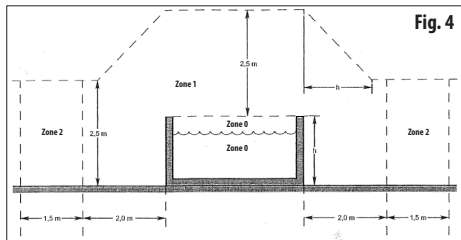

Fig. 4
**È necessario collegare il nuoto controcorrente alla rete di distribuzione tramite avvitatore del motore, fusibile e interruttore differenziale (vedere schema di connessione fig. 3). La mancata installazione di questi elementi di sicurezza può causare pericoli di decesso e generali. Il dispositivo deve essere posizionato al di fuori della zona di protezione della piscina (zona 0, 1 e 2), vedere norma ČSN 33 2000-7-702, fissata a 3,5 m dalla parete della piscina, vedere fig. 4.**